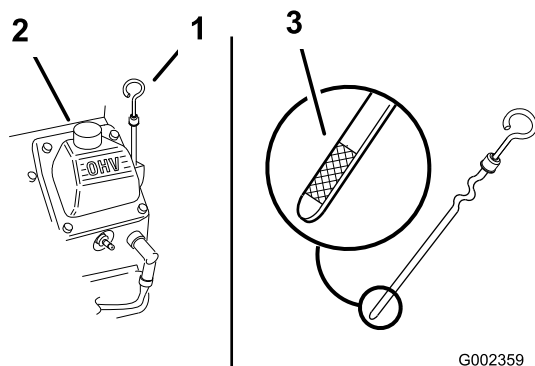

図 21
3. 給油口からゴミが入ってエンジンを傷つけないように、ディップスティック (図 21) の周囲をウェスできれいに拭く。
4. ディップスティック (図 21) を抜き取り、付いているオイルをウェスで拭きとる。
5. ディップスティックを補給管一杯に差し込む (図 21)。ただしネジ込まないこと。
6. 補給管 (図 21) から、必要量の 80% 程度のオイルをゆっくり入れる。